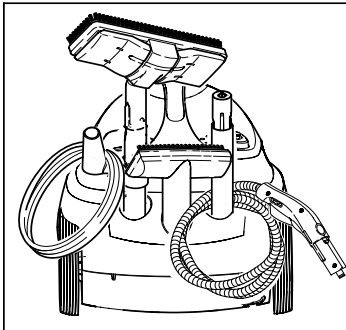

Figure 8
- Placer le tube de rallonge dans le grand support d'accessoires (voir Figure 8).
- Connecter la buse manuelle (E1) dans le support d'accessoires central (voir Figure 8).